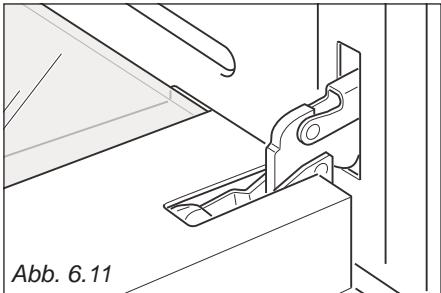

Abb. 6.11
- Die Tür ganz öffnen (Abb. 6.11).